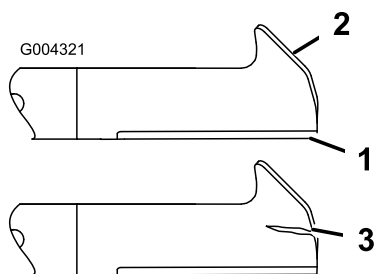

Figura 47
1. Controllate i taglienti (Figura 47). Se i taglienti non sono affilati o presentano intaccature, togliete le lame ed affilatele; vedere Affilatura delle lame.
2. Controllate le lame, in particolare l'area curva (Figura 47). In caso di danni, usura o scanalature
nell'area (Figura 47, voce 3) montate immediatamente una nuova lama.